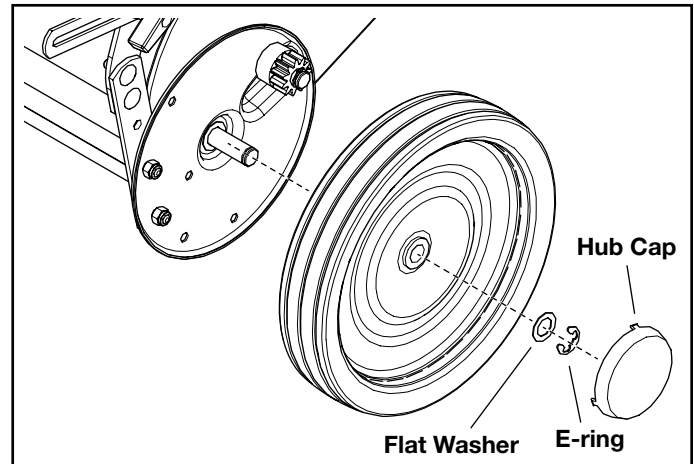

FIGURE 13
To remove the wheel, pop off hub cap with a screw driver and remove retaining "E" ring and flat washer. See Figure 13.
LUBRIFICATION/ENTRETIEN Les roulements de la balayeuse ont été pré-lubrifiés à l'usine. Nous recommandons d'ajouter quelques gouttes d'huile légère aux roulements de la tige des brosses deux fois par an. Enlevez les roues pour nettoyer les engrenages tous les deux ans. Après le nettoyage, appliquez une mince couche uniforme d'huile. Pour retirer la roue, enlevez le capuchon de moyeu à l'aide d'un tournevis et retirez la bague de retenue (E) et la rondelle plate. Voir la Figure 13.